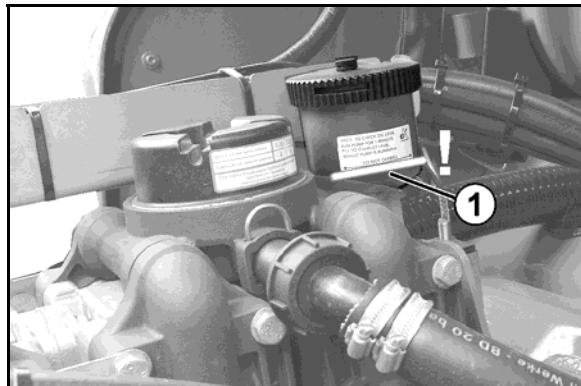

Рис. 193
2. При необходимости долейте масло при неработающем насосе (максимум до маркировки (Рис. 193/1).
5. Вращайте приводной вал попеременно влево и вправо и медленно заливайте новое масло. Достаточное количество масла залито, когда масло становится видно на маркировке (Рис. 193/1).